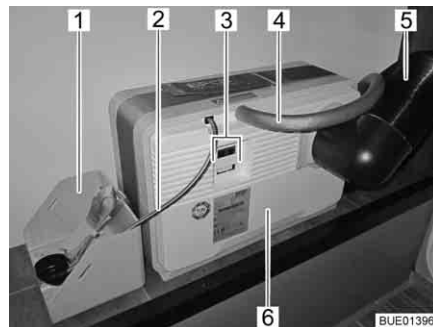
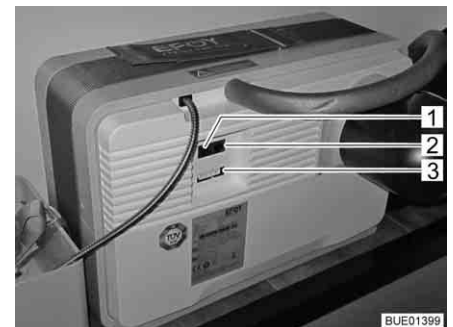

Bild 173 Brennstoffzelle mit Tankpatrone
Bild 174 Anschlussfeld Brennstoffzelle
Die Brennstoffzelle besteht aus mehreren Komponenten, die im Heckstauraum eingebaut sind (Bild 173), sowie aus einer Bedieneinheit (Bild 175) im Wohnbereich.
An der Brennstoffzelle (Bild 173,6) befinden sich:
- der Anschluss für den Abluftschlauch (Bild 173,4) bzw. die Einfüllöffnung für das Service-Fluid
- das Abwärmerohr (Bild 173,5)
- elektrische Anschlüsse (Bild 173,3) mit Datenschnittstelle (Bild 174,2), Geräteanschluss (Bild 174,3) und Anschluss für das Bedienpanel (Bild 174,1)
Zur Brennstoffzelle gehört eine Tankpatrone, die über den Tankanschluss (Bild 173,2) mit der Brennstoffzelle (Bild 173,6) verbunden ist.
Die Tankpatrone ist im Tankpatronenhalter (Bild 173,1) festgezurr.